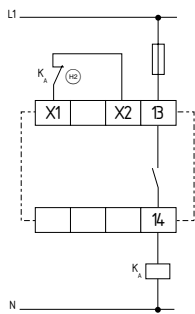

Fig. 17
**Commande à 1 canal avec boucle de retour (Fig. 17)**